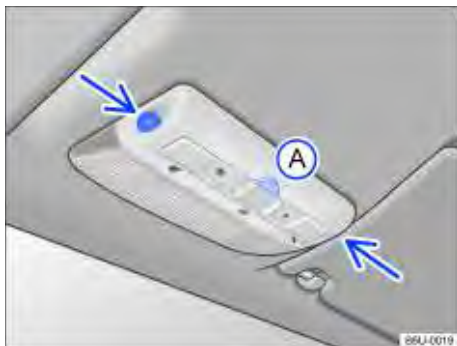

Fig. 28 No console do teto: sensores de monitoramento do interior do veículo e tecla (A) para desligar o monitoramento do interior do veículo.
O monitoramento do interior do veículo dispara o alarme com o veículo travado, se reconhecer movimentos no interior do veículo. O sensor e o receptor estão localizados no conjunto da lanterna de leitura ⇒ Fig. 28 (setas).
- Pressionar a tecla ⇒ Fig. 28 (A). No instrumento combinado, a luz de controle  permanecerá acesa.